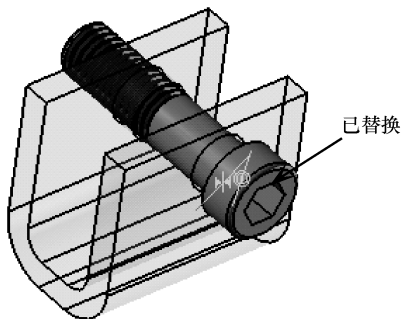

图 7-37 完成螺栓组件的替换
- 05 保留对话框中其余选项的默认设置，单击【确定】按钮，完成螺栓组件的替换，如图 7-37 所示。